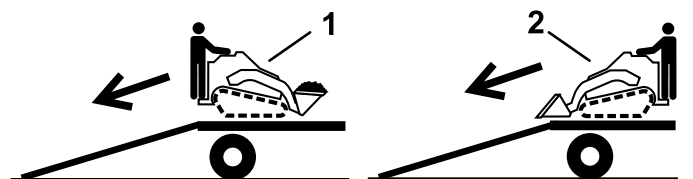

Figura 26
2. Descargue la máquina del remolque por la rampa con el extremo más pesado hacia arriba, y la carga en la posición más baja posible (Figura 26).